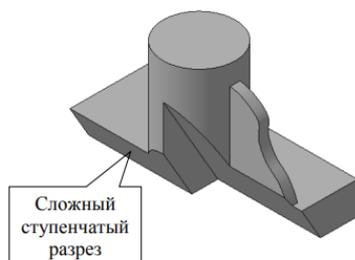

Рис. 7
30. Каким образом в системе КОМПАС-3D должен быть построен эскиз поверхности отсечения, чтобы, в результате использования операции Сечение по эскизу, на трехмерной модели детали получился сложный ступенчатый разрез с определенным уклоном секущих поверхностей (см. рис. 7)?